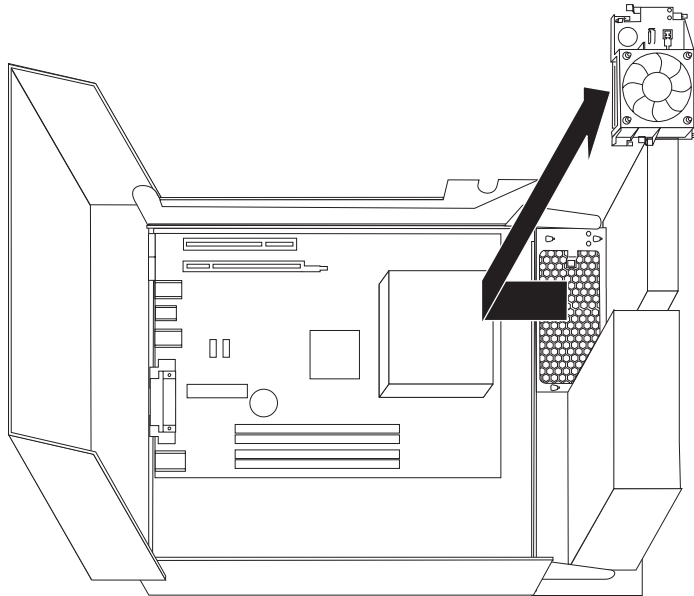

图 32. 操作风扇组合件
2. 向上旋转驱动器托架组合件以便操作风扇组合件 **1**。请参阅图 32。